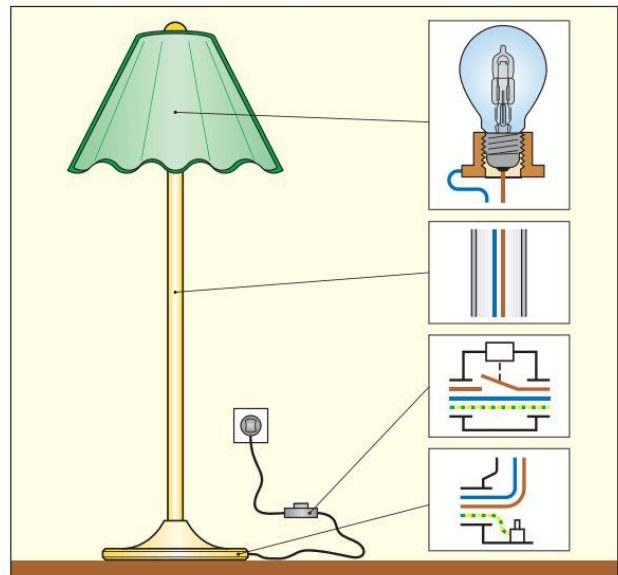

Bild 1: Fehlersuche an einer defekten Stehleuchte
In einer Elektrowerkstatt ist eine Stehleuchte zur Reparatur abgegeben worden. Die Stehleuchte (**Bild 1**) mit eingeschraubter Lampe leuchtet nicht mehr und soll auf mögliche Fehlerquellen untersucht werden.
1. Diskutieren Sie mit Ihrem Tischnachbarn über mögliche Fehlerursachen und listen Sie eventuelle Ursachen für das Nichtleuchten der Stehleuchte (**Bild 1**) auf.